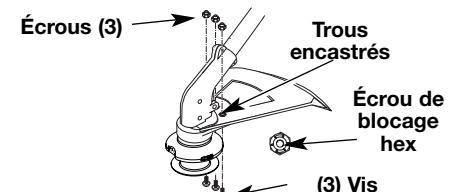

Fig. 5
- Placez un de trois fournis écrous de blocage hex dans l'un des trois trous encastré, sur le dessus du protecteur d'accessoire de coupe (Fig. 5).
- Introduisez une vis dans le trou du bas du protecteur d'accessoire de coupe. Vissez-la dans l'écrou posé à l'étape 2 (Fig. 5). Évitez de serrer.